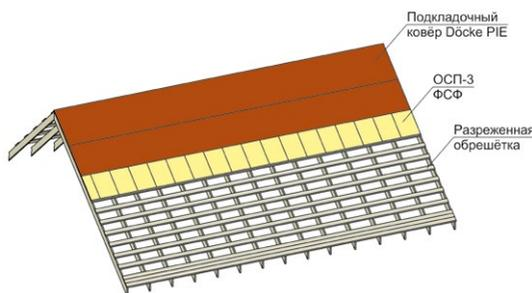

Рис. 9. Последовательный монтаж подкладочных ковров Döcke сверху-вниз.
4.1.6 Подкладочный ковер монтируется параллельно карнизу, снизу-вверх, с нахлестом следующего ряда 100 мм, торцевые нахлесты составляют 150 мм. Для минимизации хождения по коврам, особенно на крутых скатах, допускается производить последовательный монтаж сверху-вниз: монтируется верхний ряд плит ОСП-3 или фанеры ФСФ, затем на смонтированный ряд плит монтируется верхнее полотно подкладочного ковра (рис. 9). Данный способ монтажа подойдет только для простых крыш, на которых отсутствуют ендовы.